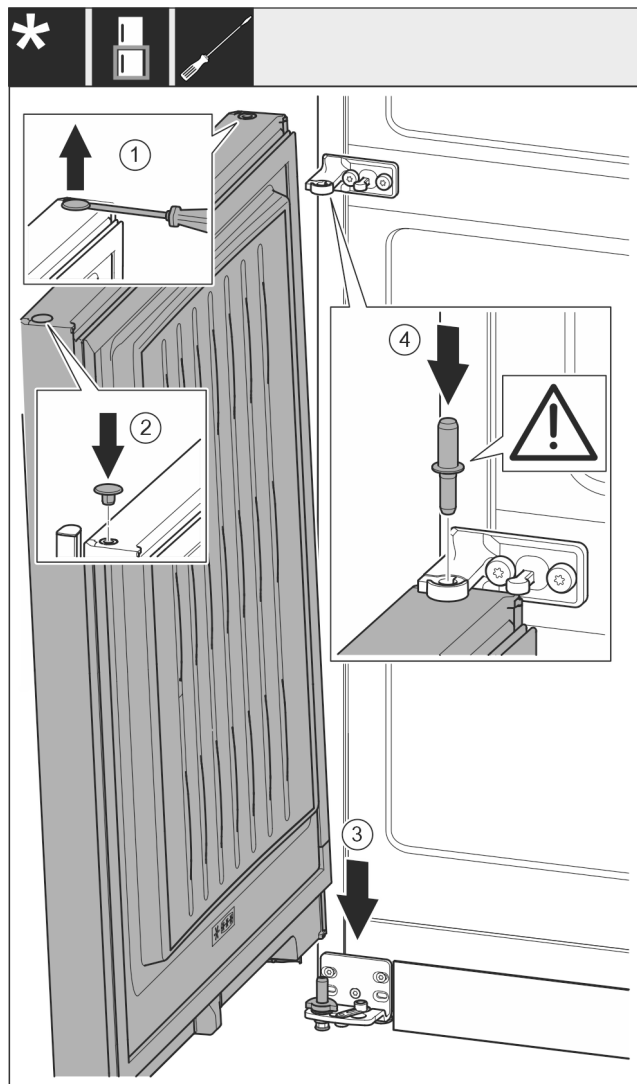

Fig. 22
- Sollevare il tappo Fig. 22 (1) con cautela con un cacciavite a intaglio ed estrarlo.
- Reinsertare il tappo Fig. 22 (2) sull'altro lato della porta.
- Inserire la porta Fig. 22 (3) dall'alto sul perno di supporto inferiore.
- Inserire il perno di supporto centrale Fig. 22 (4) attraverso il blocco di supporto centrale nella porta inferiore. Facendo ciò assicurarsi che la camma di arresto sia rivolta all'indietro.